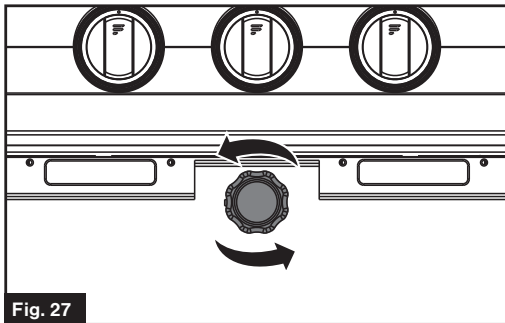

Fig. 27
- Retire la tapa de vidrio del portalámparas. (Fig. 27)